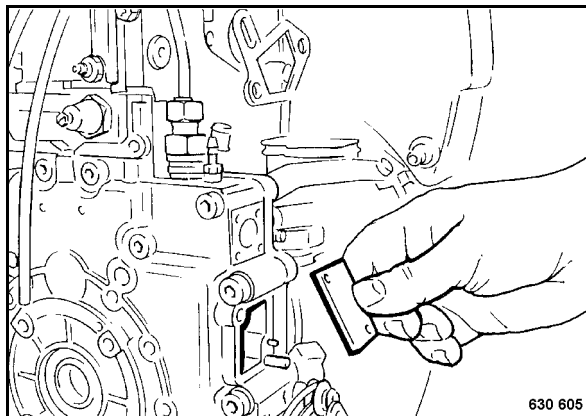

Fig. 75
- Retirar la placa de cierre (Fig. 75).